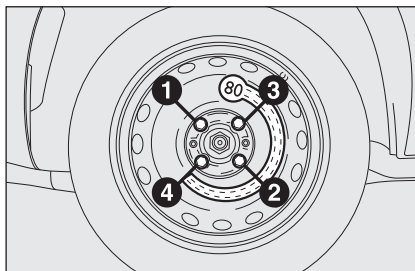

fig. 8
- ☐ en se servant de la clé fournie, serrer à fond les boulons, en passant alternativement d'un boulon à celui diamétralement opposé, selon l'ordre illustré sur la **fig. 8**.
- ☐ en se servant de la clé fournie, serrer à fond les boulons selon l'ordre numérique illustré sur la figure **fig. 8**;
- ☐ en se servant de la clé fournie, serrer à fond les boulons en suivant l'ordre représenté précédemment pour la roue de secours (voir **fig. 8**).